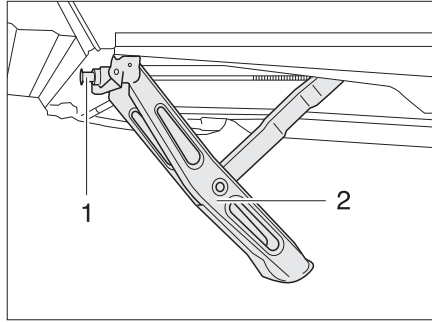

Bild 15 Kurbelstütze heruntergekurbelt
- Die serienmäßig beigelegte Handkurbel auf den Sechskant (Bild 15,1) der Kurbelstütze (Bild 15,2) stecken.